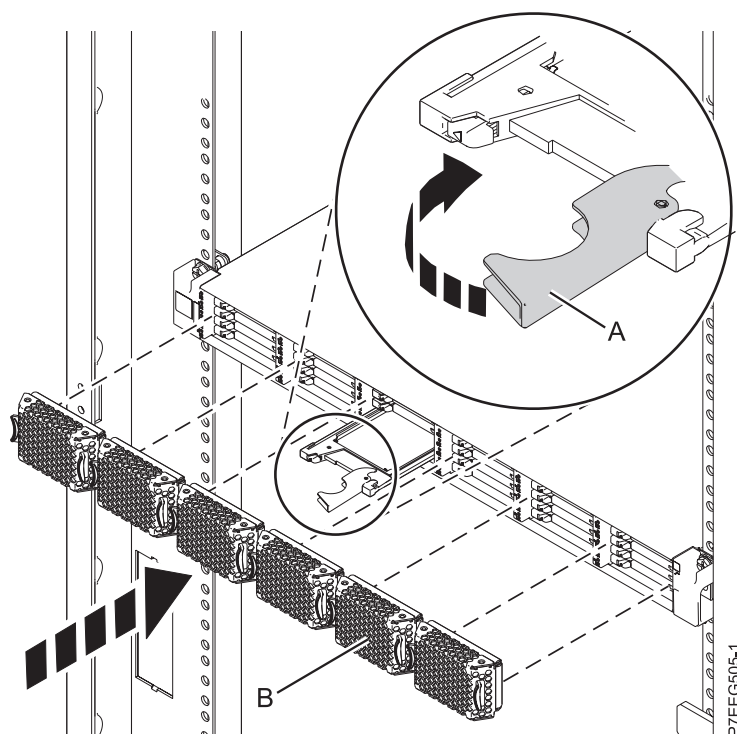

Figura 41. Sustitución de una unidad de estado sólido en Alojamiento de almacenamiento PCIe de EDR1.
4. Cuando el LED de identificación de la unidad de estado sólido se encienda de manera fija, deslice la unidad de estado sólido hasta el fondo de Alojamiento de almacenamiento PCIe de EDR1 y asegúrese de que queda totalmente encajada. A continuación, gire el asa (A) hasta la posición de bloqueo. Consulte Figura 41 en la página 69.
6. Instale la placa frontal (B).